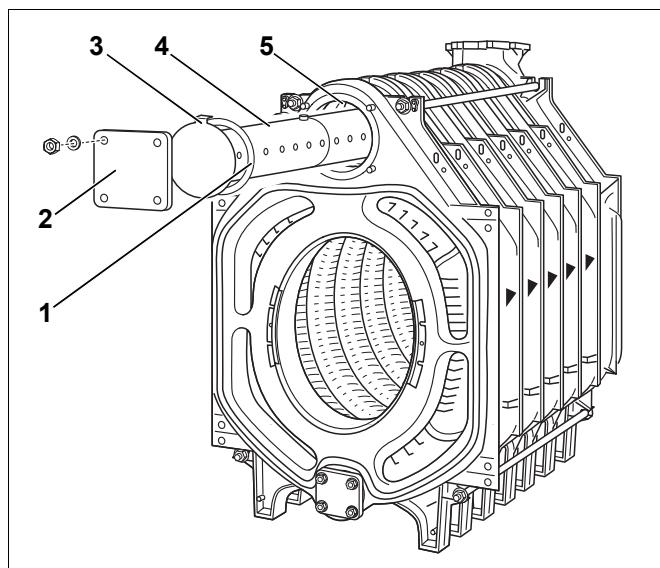

Fig. 24 Montaggio del tubo d'alimentazione
Il tubo di alimentazione (fig. 24, [4]) delle caldaie a 10–12 elementi è composto da 2 parti.
- ▶ Inserire la guarnizione piatta sul tubo d'alimentazione (fig. 24, [1]).
- ▶ Chiudere con la flangia cieca (fig. 24, [2]).
- ▶ Prestate attenzione, che la camma (fig. 24, [3]) della piastra di chiusura del tubo d'alimentazione si inserisca nell'incafo del mozzo superiore della caldaia (fig. 24, [5]).